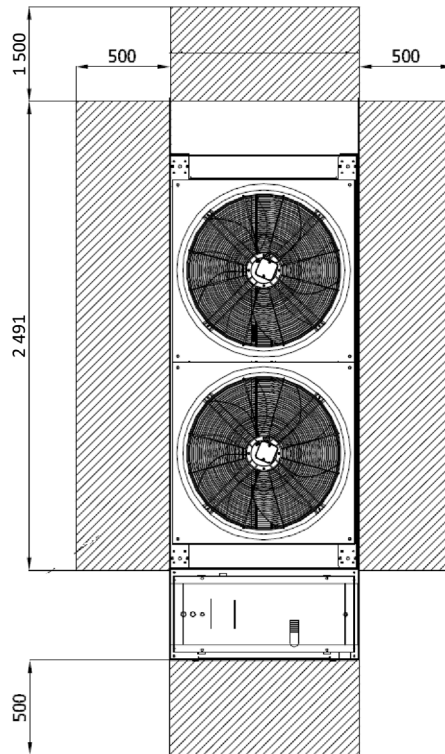

Figure 2 Dégagements minimaux requis [mm]
**** Lorsqu'il s'agit d'unités modulaires, aucun espace latéral n'est requis entre deux unités. L'espace latéral minimal de 500 mm illustré dans la figure 2 est requis uniquement pour les unités placées sur les côtés éloignés du système modulaire.**